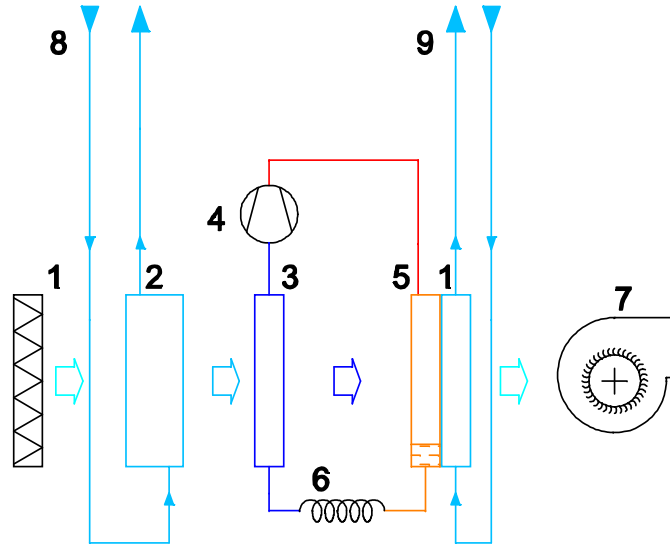

Fig. 1 Schema di funzionamento
In fig. 1 è schematizzato il funzionamento, denominato ad aria neutra. L'aria, filtrata attraverso la sezione filtrante (1), subisce un preraffreddamento tramite lo scambiatore ad acqua refrigerata (2) proveniente dal collettore dell'impianto radiante(8). L'utilizzo dell'acqua refrigerata per preraffreddare l'aria è fondamentale per l'efficienza del processo, perché in questo modo è possibile rendere minimo l'impegno di potenza elettrica del compressore frigorifero (4).